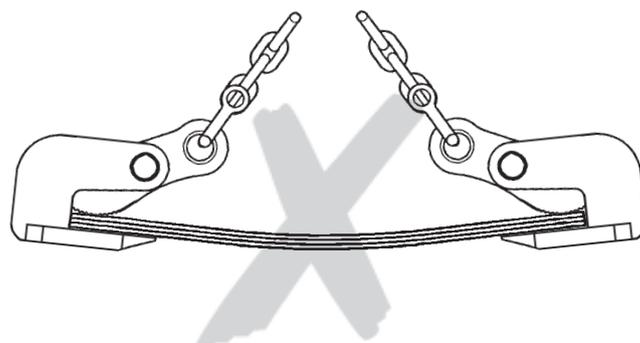

Fig. 2
- Está prohibido transportar paquetes de planchas que estén sujetas a una deformación grande durante el transporte, ya que en este caso la carga puede salirse de la garra (Fig. 2).